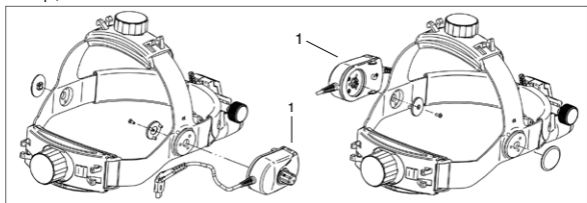

Afb. 5 Hoofdband Lightweight
Afstelling van de **hoofdband Lightweight (Afb. 5)**: De omvang kan vergroot worden door op hendel (1) te drukken en de omvang wordt verkleind door aan het losse einde (2) te trekken.